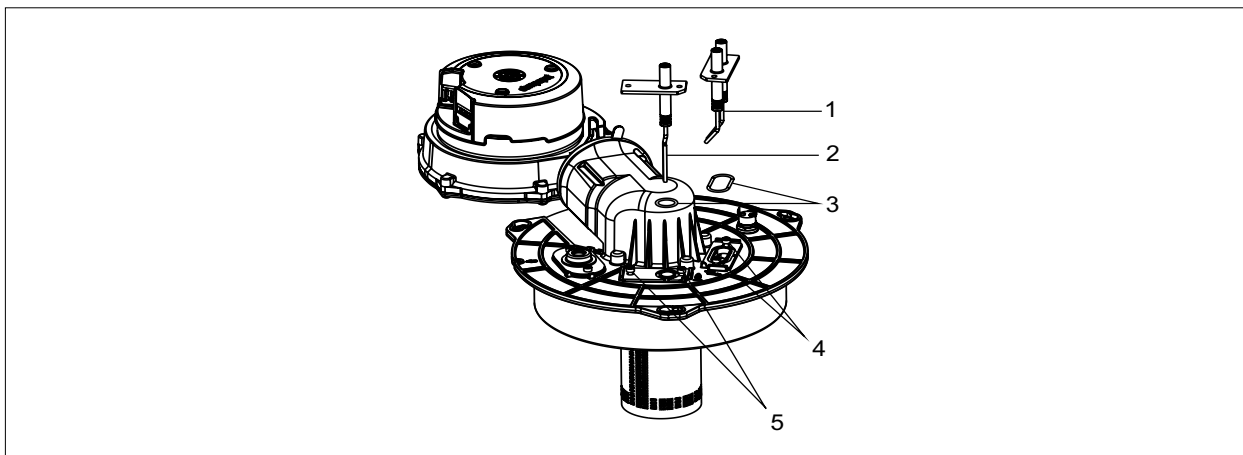

Рис. 6.3 Замена электродов
- ▶ Демонтировать электроды (см. Рис. 6.3 Замена электродов)
- Затянуть крепёжные винты (5) Рис. 6.3 с крутящим моментом 3 Нм.
- ▶ Затянуть крепёжные винты (4) Рис. 6.3 с крутящим моментом 3 Нм.